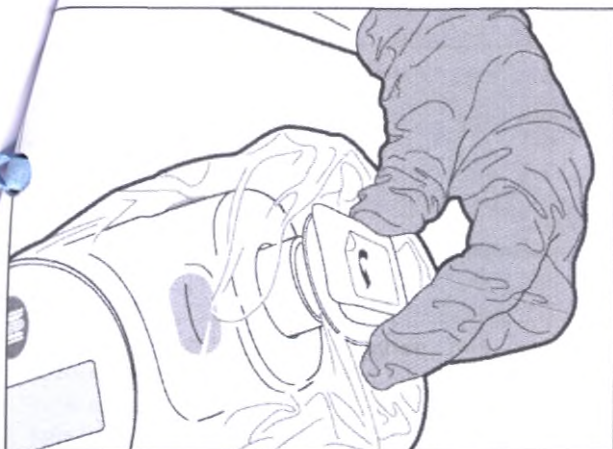
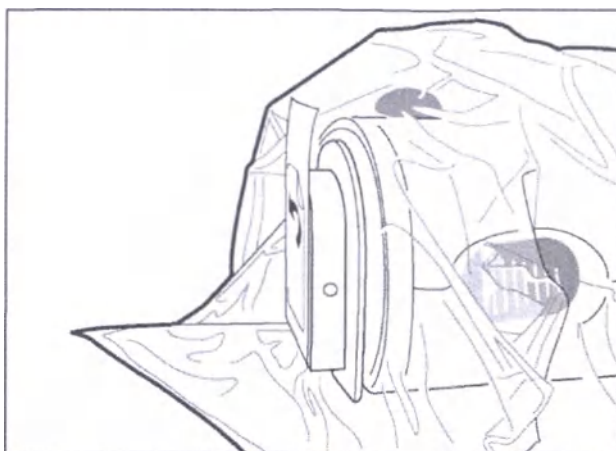

Рисунок 7. Присоединение лицевой панели
Рисунок 8. Присоединенная лицевая панель
8. Для соединения пакета с MDU5 PLUS стерильный оператор должен совместить лицевую панель пакета с передней частью MDU5 PLUS (Рисунок 7) и слегка нажать для закрепления соединения. Не допускайте попадания материала между лицевой панелью и передней частью устройства. Наличие избыточного материала пакета вокруг соединения и за ним считается нормальным (Рисунок 8).